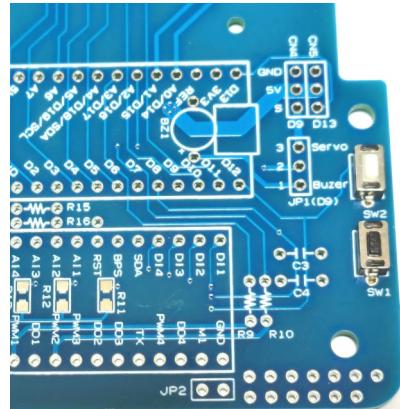

図2-7
6. リファレンス番号【SW1】【SW2】にパーツNo.5・No.6の「タクトスイッチ(白)」「タクトスイッチ(黒)」をはんだ付け。二つのパーツは色が違うだけなので、どちらを付けても構わない(図2-7)。